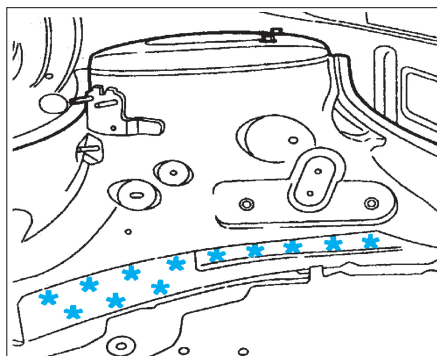
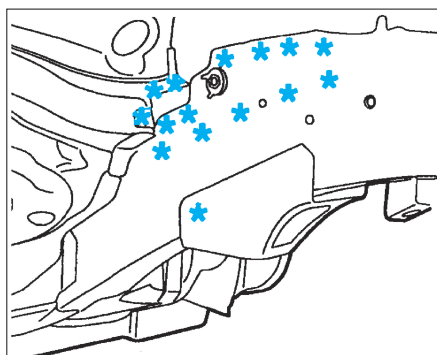
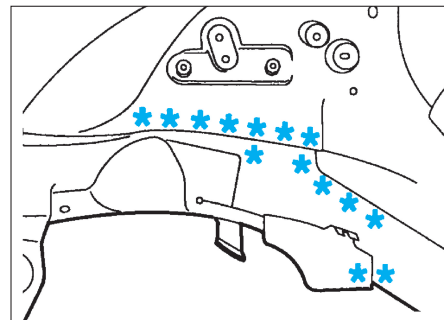
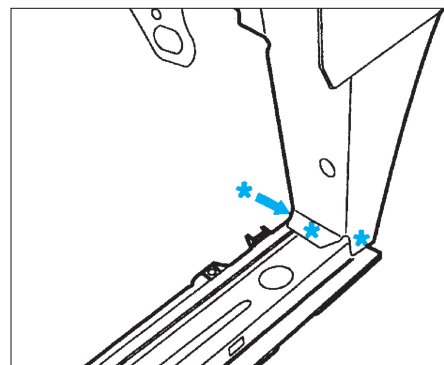

FIG. 19
FIG. 20
FIG. 21
FIG. 22
- Découper par fraisage des points, (Fig.19), (Fig.20), (Fig.21) et (Fig.22).